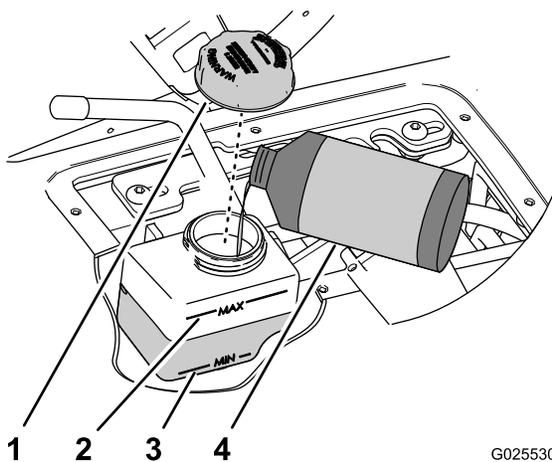

Figure 71
4. Contrôlez le niveau de liquide dans le réservoir de commande de vitesse (Figure 71).
- A. Nettoyez la surface autour du bouchon du réservoir (Figure 71).
- B. Retirez le bouchon du réservoir (Figure 71).
- C. Ajoutez du liquide spécifié pour faire monter le niveau entre les repères Min et Max sur le côté du réservoir (Figure 71).
- D. Remettez le bouchon et serrez-le à la main (Figure 71).